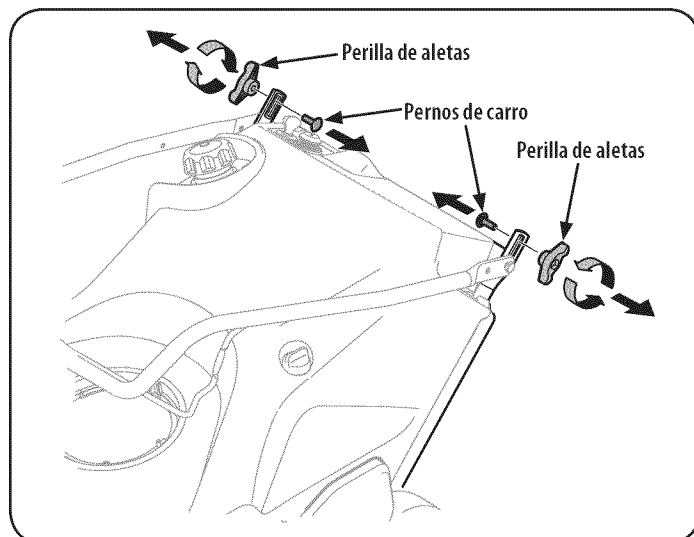

Figura 1
1. Extraiga las perillas de aletas y el perno de carro de la parte de arriba de la manija inferior. Vea la Figura 1. No es necesario extraer el tornillo con reborde y la tuerca de seguridad con brida que están debajo de la perilla de aletas y el perno de carro.